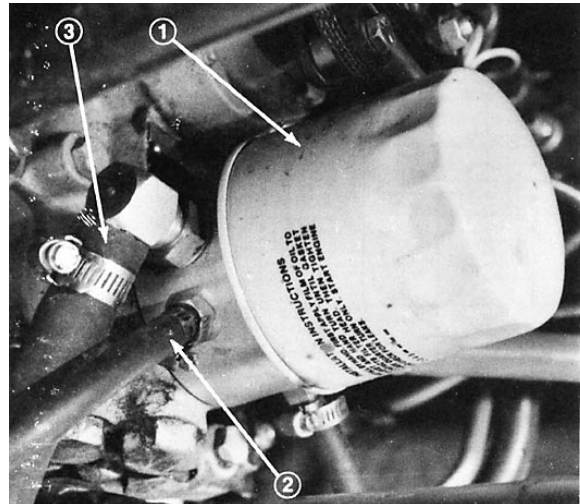

Fig. 29
3. Rengør området omkring det hydrauliske oliefilter og fjern filteret (Fig. 29).